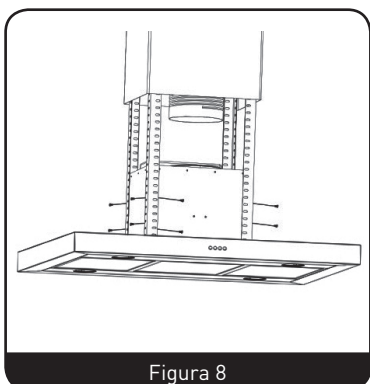

Figura 8
6. Levante la carcasa de la campana extractora e introdúzcala entre los perfiles angulares. A continuación, fíjela en su sitio utilizando 16 tornillos M5. (Figura 8)